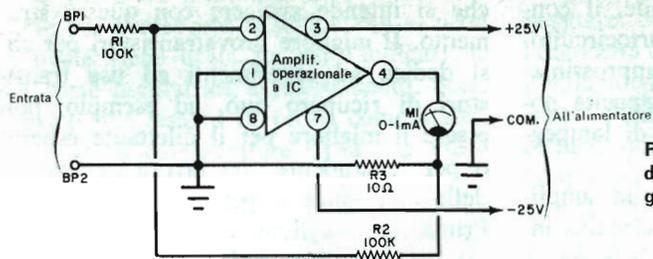

Fig. 3 - Questo millivoltmetro c.c. della Opamp Labs con circuito integrato ha una sensibilità di 0,01 V f.s.
**Circuiti a transistori** - Con un amplificatore operativo ibrido a circuito integrato, il millivoltmetro c.c. della *fig. 3* ha una sensibilità f.s. di soli 10 mV e richiede un minimo di componenti. È stato descritto in una pubblicazione tecnica in inglese della ditta americana Opamp Lab. (172 S. Alta Vista Blvd., Los Angeles, Calif. 90036). Tra le altre applicazioni dell'amplificatore IC, descritte in tale pubblicazione, vi sono un oscillatore a ponte di Wien, un temporizzatore, un eccitatore Schmitt, un amplificatore c.c. per alte tensioni, un oscillatore a diapason, uno stabilizzatore di tensione, un sistema di controllo della temperatura, un modulatore a larghezza di impulsi, un oscillatore a cristallo, un amplificatore del controllo automatico di sensibilità ed un filtro attivo stretto.